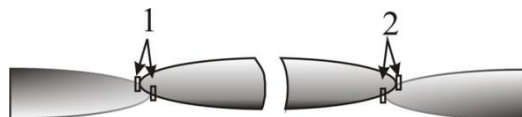
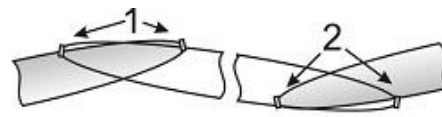
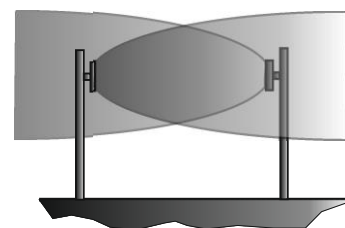
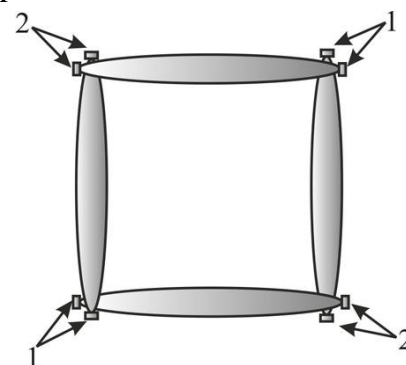

Рис. 4.7
Рис. 4.8
Рис. 4.9
Рис. 4.10
торцевой стороны при установке на заграждение), рис. 4.7 (вид сбоку, при установке на заграждение или сверху, при установке без заграждения), рис. 4.8 (вид сверху, при установке без заграждения) и рис. 4.9 (вид сбоку, при установке без заграждения). На рис. 4.7, рис. 4.8 и рис. 4.10 цифрами обозначены «1» - БПРД, «2» - БПРМ.
4.10 Перекрытие ЗО при установке с поворотами рубежа, например см. рис. 4.10, достигается тем же методом (см. п. 4.8).